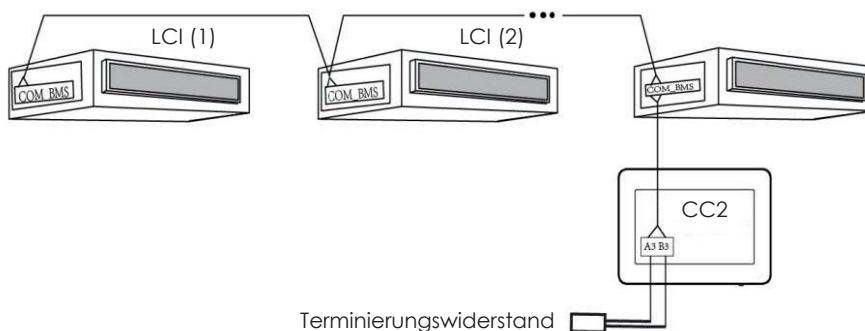

Abb. 3.7 An LCI-Systeme angeschlossene zentrale Steuereinheit
2. Die Klemmen A3 und B3 an der Steuereinheit (mit einem Kabel mit den unter Absatz 3.1 festgelegten Eigenschaften) an die COM\_BMS Schnittstelle am Innengerät anschließen (die LCI-Innengeräte besitzen zwei COM\_BMS Schnittstellen, eine für die Kommunikation der Innengeräte und eine, die für den Anschluss der zentralen Steuereinheit verwendet werden kann). Es wird daran erinnert, dass der Abschlusswiderstand wie im Plan in Abb. 3.7 dargestellt angeschlossen werden muss;